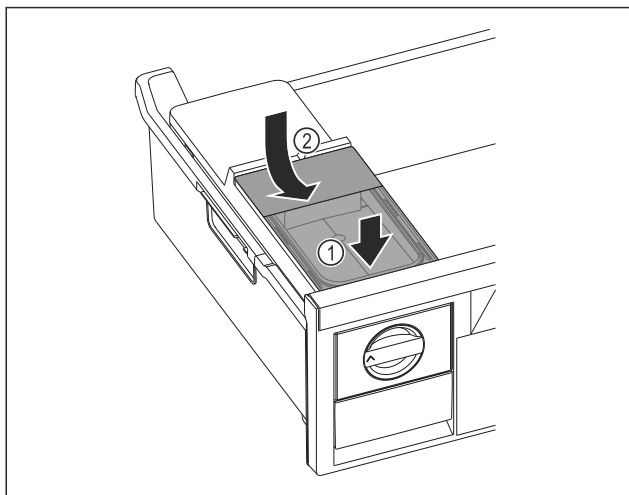

Fig. 79
- Watertank aan de voorkant plaatsen. Fig. 79 (1)
- Watertank aan de achterkant laten zakken. Fig. 79 (2)